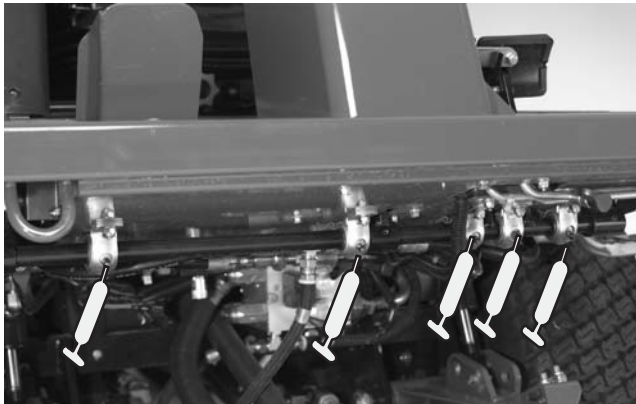

Bild 31
- Bremsstangen-Drehlager (5) (Bild 31)